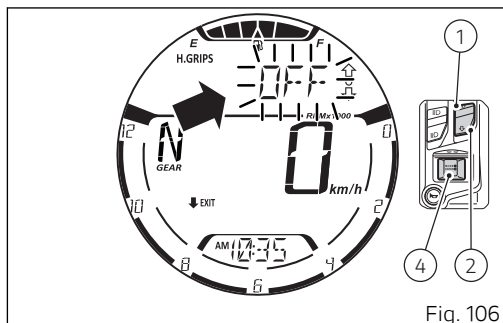

Fig. 106
El nivel se puede programar presionando el pulsador (4). El salpicadero entra en el procedimiento de configuración del nivel de los puños calefactados, haciendo parpadear el nivel actual y visualizando la indicación "EXIT" con adelante la flecha negra dirigida hacia abajo (Fig. 106).